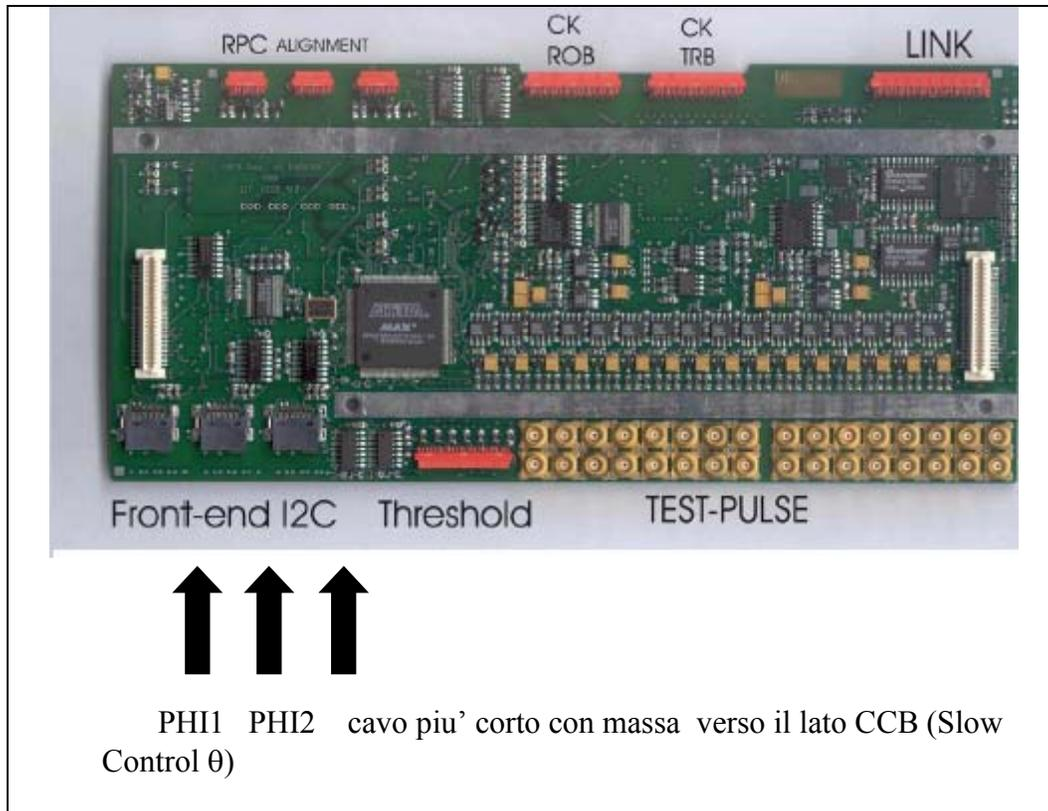

Figura 6: CCB cables connections
- Connettere cavi slow control PHI1, PHI2 e CCB (vedi Figura 6 , Front End I2C) e cavo soglie (connettore threshold sulla serigrafia) prima di inserire la CCB nel minicrate
- Tenere la scheda aderente al Mini-Crate nel lato opposto ai connettori rossi ed infilare i cavi del clock (CK ROB e CK TRB in Figura 6) che passano sotto la scheda.